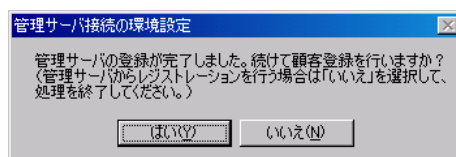

図 4-67 管理サーバの登録完了メッセージ
管理サーバへの登録が完了すると、管理サーバの登録完了メッセージ(図 4-67)が表示されます。
- 16** 管理サーバの登録完了メッセージ(図 4-67)で[はい]をクリックすると、レジストレーション画面(図 4-68)が表示されます。画面の説明をお読みください。